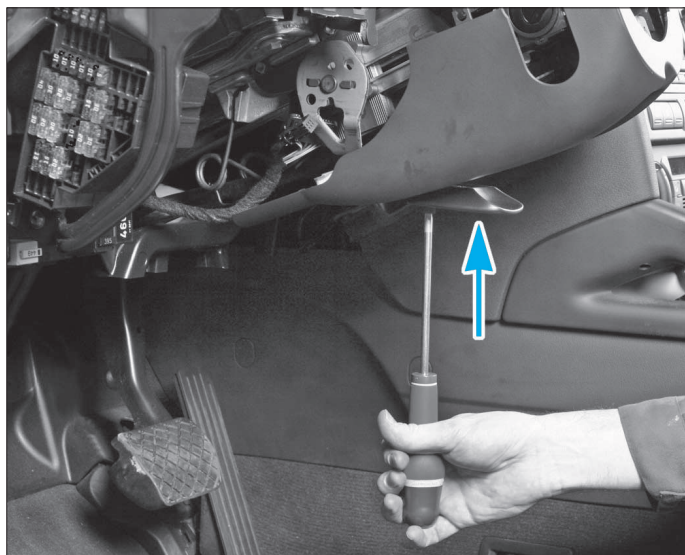

FIG. 37
- Dévisser les 2 fixations (Torx de 30) de la poignée de réglage du volant pour la déposer (Fig.37).